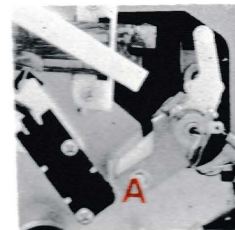

Fig. 4
Nota : - Lors de la pose, vérifier que tous les mécanismes sont au repos. Verrouiller le bras de lecture sur son support, et positionner l'ensemble levier (3) de sorte qu'il prenne bien appui sur le contact du micro-contacteur. (Voir fig. 4 repère A).